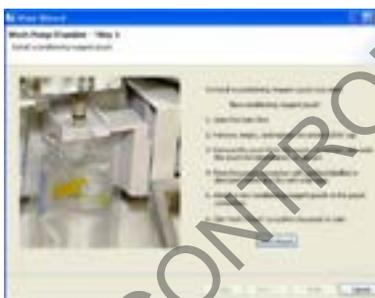

Figura 19. Ventana de "**Wizard**" para lavado de bombas y canales.
7.6.7 Siga las instrucciones del "**Wizard**". Ver figura 19